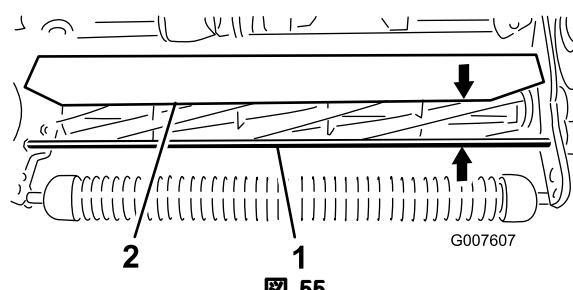

図 55
1. 前サポートロッドの上面からシールドの前リップまでの距離をカッティングユニットの両端で測定する（図 55）。